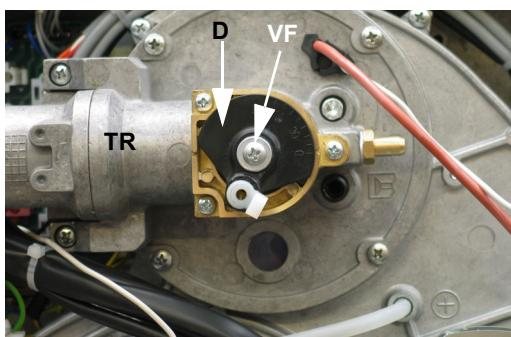
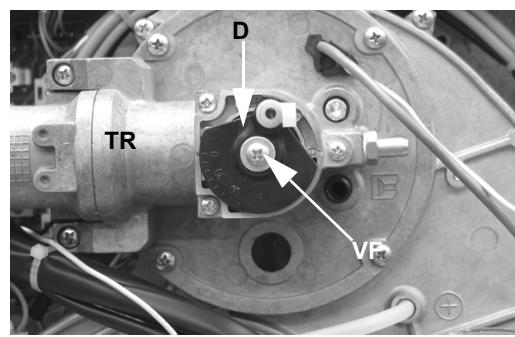

Fig. 13: Posición estándar
Fig. 14: Nueva posición
- 8 (Fig. 14) Apartar la brida junto la cabeza de combustión
- 9 (Fig. 14) Girar el disco **D** que fija la válvula mariposa, procediendo como sigue Fig. 13.
- 10 Aflojar el tornillo **VF**.Fig. 14
- 11 Rotar 180° el disco **D** fijando el tornillo **VF** Fig. 14.